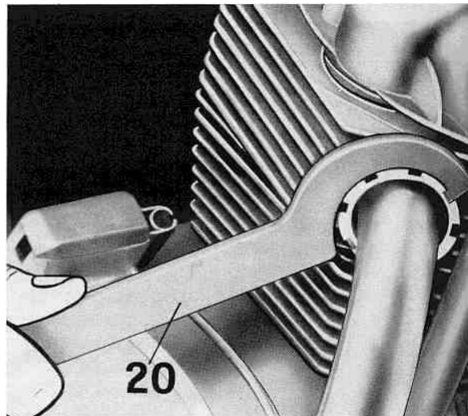

Fig. 8
- il tubo di scarico adoperando chiave speciale n. 55904325 (20 di fig. 8).